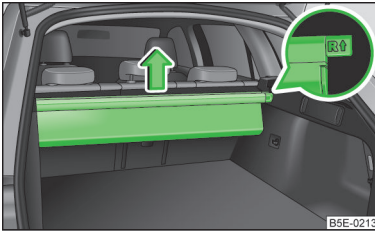

Abb. 94 Multifunktionsbox herausnehmen
- Die Multifunktionsbox aus den Aufnahmen in Pfeilrichtung herausnehmen » Abb. 94.
- Das mit **↑** gekennzeichnete Ende der Leiste beim Einsetzen in die rechte Aufnahme und das mit **↓** gekennzeichnete Ende der Leiste in die linke Aufnahme einschieben. Die Pfeile müssen nach vorn zeigen » Abb. 94.